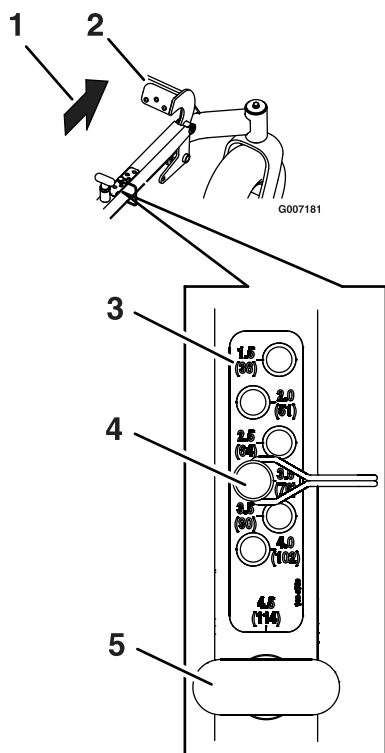

Figura 16
1. Eleve la plataforma a la posición de transporte (altura de corte de 4,5 pulgadas (114 mm)) presionando hacia adelante el pedal (Figura 16). El pasador de transporte se enganchará automáticamente con un clic.